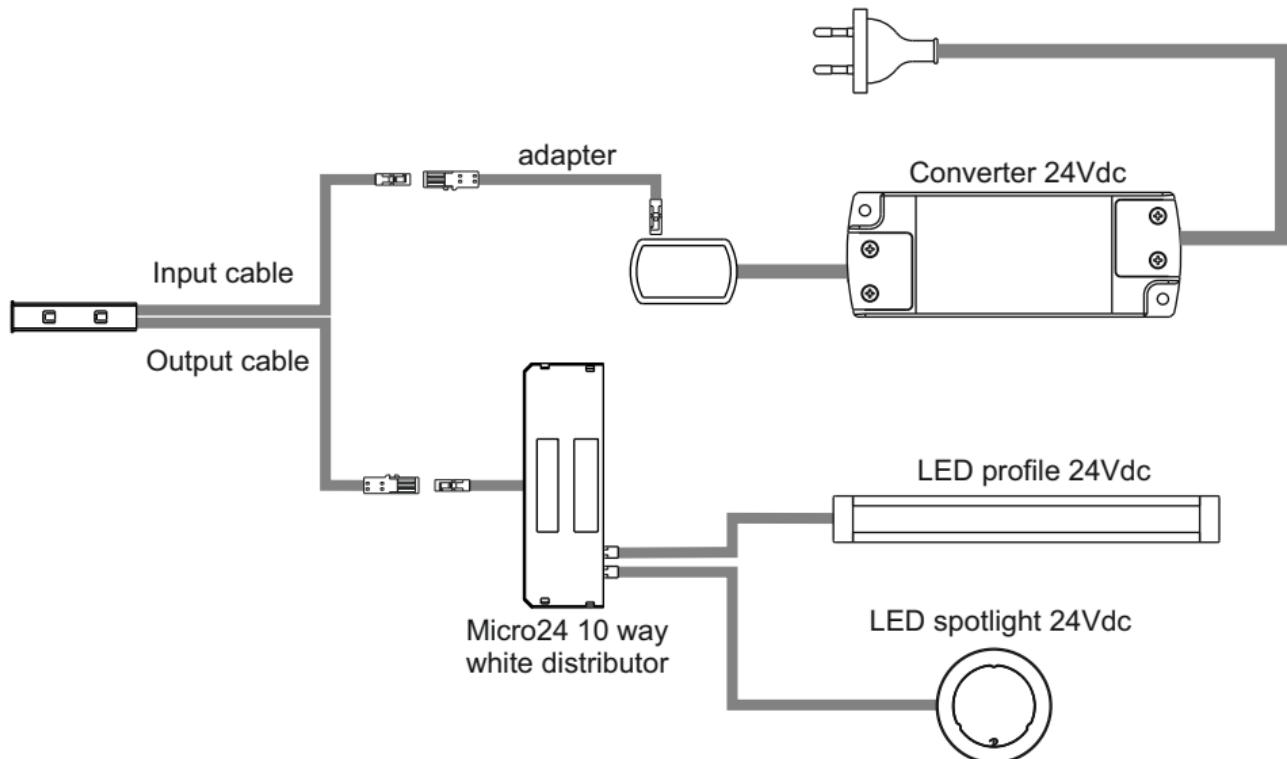

Fig. 6
- Connect the spotlights to the distributor (6), for a maximum of 36W if operating at 12Vdc or 72W if operating at 24Vdc.
- Connect the "in" connector (5) to a converter of 12Vdc (max. 36W) or 24Vdc (max. 72W) according to the type of load applied.
- For the connection of devices at 24Vdc, a set of cables which allows you to adapt the device to the Micro24 connection system (fig.6).
- Die Strahler an den Verteiler (6) mit maximal 36W bei Betrieb mit 12Vdc oder mit maximal 72W bei Betrieb mit 24Vdc anschließen.
- Den Verbinder "in" (5) an einen Konverter mit 12Vdc (max. 36W) oder 24Vdc (max. 72W) anschließen, je nach Art der anliegenden Last.
- Für den Anschluss von Geräten für 24 Vdc steht ein Kabelset zur Verfügung, damit kann man das Gerät dem Anschlussystem Micro24 anpassen (abb.6).
- Brancher les spots au distributeur (6) à un maximum de 36W s'ils fonctionnent à 12Vdc ou à un maximum de 72W s'ils fonctionnent à 24Vdc.
- Brancher le connecteur "in" (5) à un convertisseur de 12Vdc (max. 36W) ou 24Vdc (max. 72W) selon le type de charge appliquée.
- Pour la connexion des appareils à 24Vcc, un kit de câbles est disponible pour permettre d'adapter l'appareil au système de connexion Micro24 (fig.6).
- Conecte los focos al distribuidor (6) para un máximo de 36W si funcionan a 12Vcc o para un máximo de 72W si funcionan a 24Vcc.
- Conecte el conector "in" (5) a un convertidor de 12Vdc (máx. 36W) o 24Vdc (máx. 72W) según el tipo de carga aplicada.